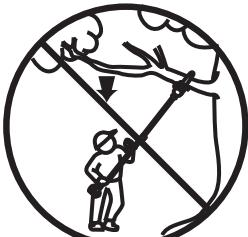

Fig. 4
12. Nunca se pare directamente por debajo de la rama que esta podando. Siempre posicionese fuera de la trayectoria de caida de dichas ramas (Fig. 4).